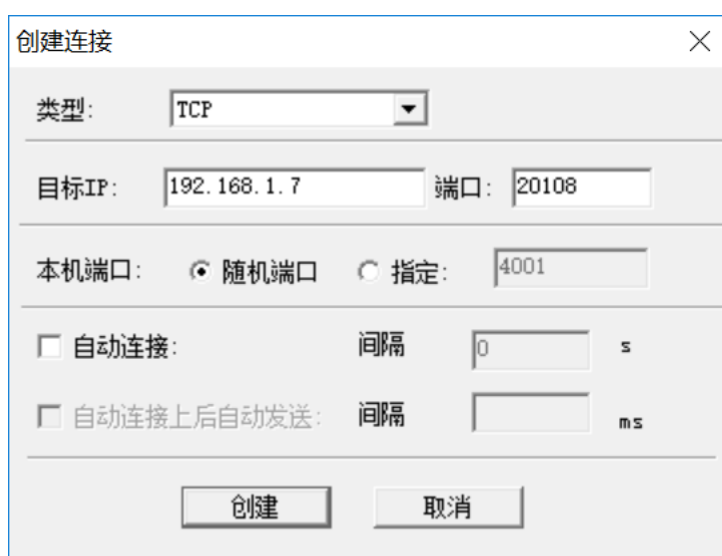

图 3.3 连接服务器
1. 笔记本通过网线连接读卡器之后，打开 TCP&UDP 测试软件，在客户端模式下创建连接如图 3.3 所示：